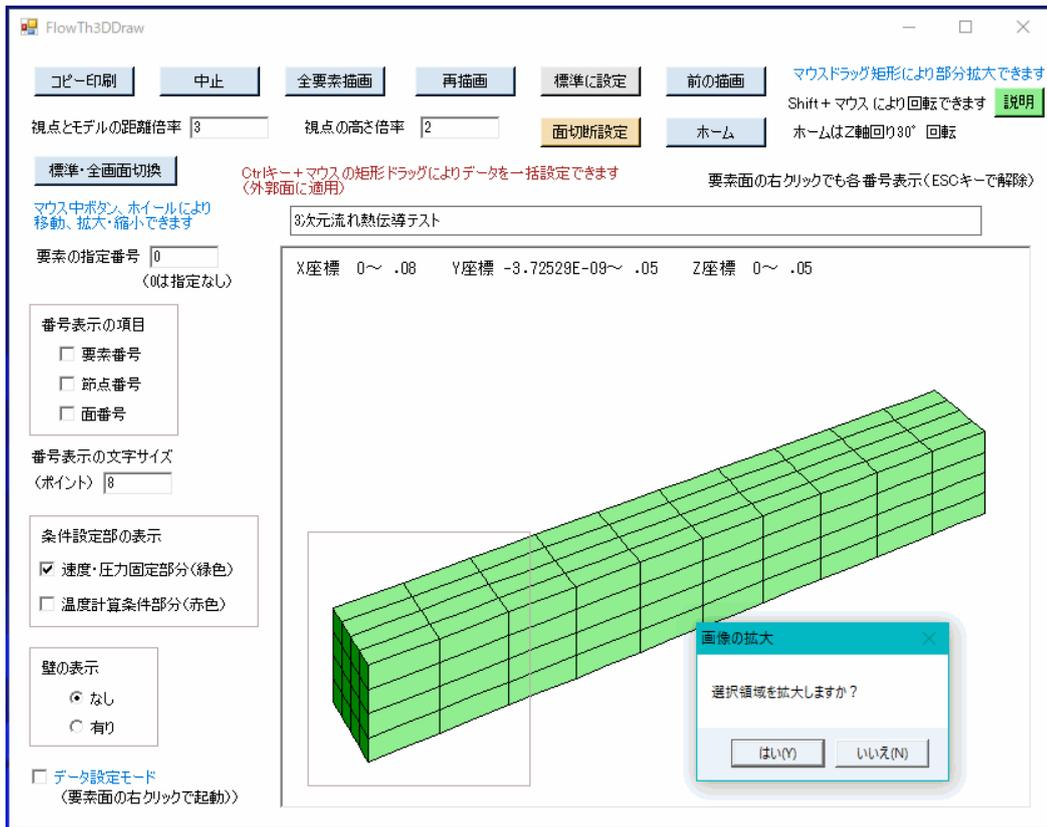
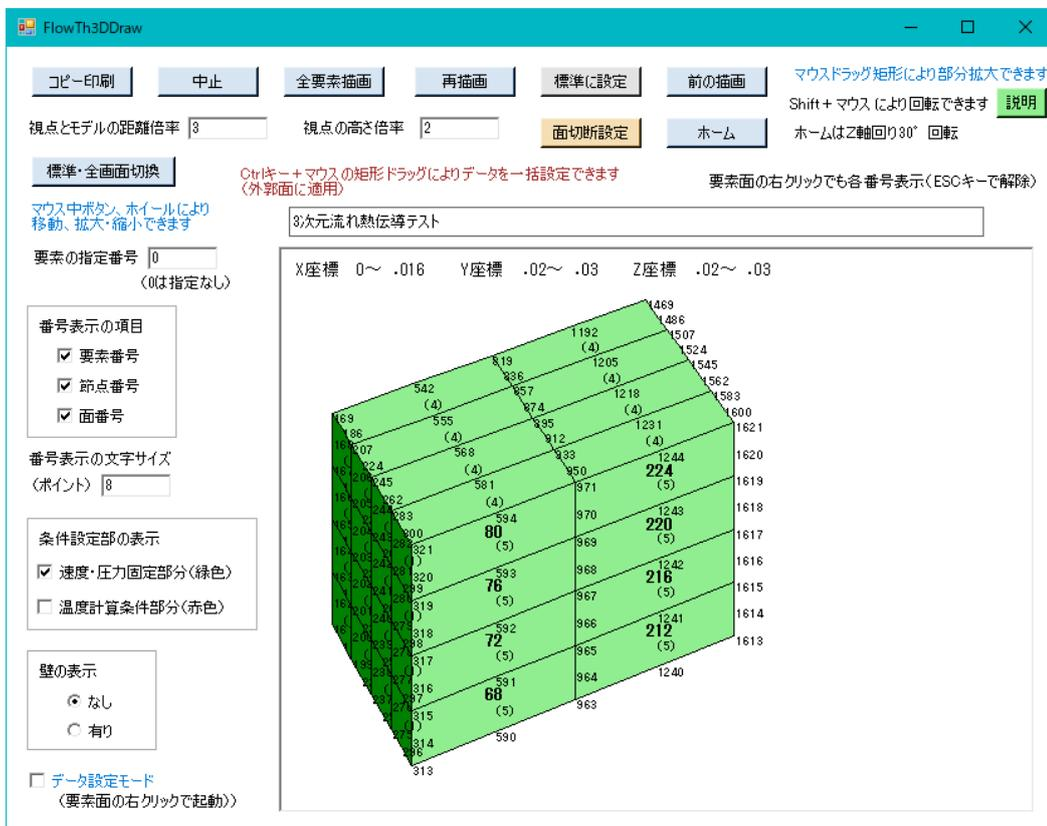

図4-21 構造作画における拡大領域選択例
図4-22 構造作画の番号表示有りの部分拡大例
- ◇なお、面番号は()付きの数字で作画されます(後掲の図4-22参照)。
ボタンを押し、その左ボタンを押した状態で拡大部分の右下隅までマウスを移動させ、そこで左ボタンを離します。そうしますと、図4-21のようにマウストラッグ範囲の矩形が表示され、コモンダイアログで「選択領域を拡大しますか？」と問うてきます。そこで、「はい」を選択すると、選択領域が拡大されて表示されます。
◇図4-21の選択領域を拡大した後、番号表示の項目をすべて選択して「再描画」した画面を図4-22に示します。
◇選択した項目がカラーで表示されます。図4-21では「速度・圧力固定部分（緑色）」が表示されています。